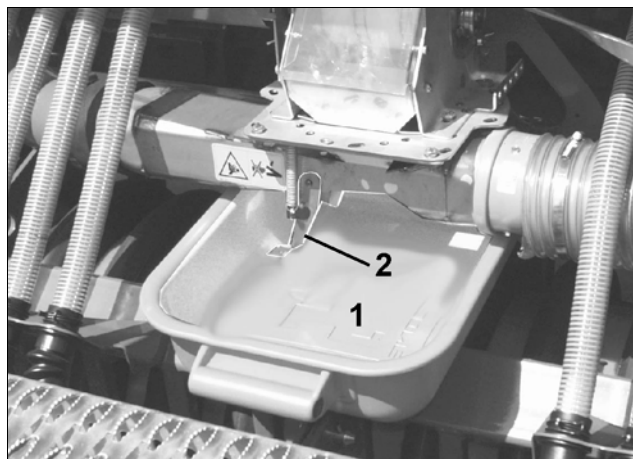

Fig. 51
- Anbring en beholder (Fig. 51/1) under doseringselementet, hvorefter injektorslusens spjæld (Fig. 51/2) åbnes.
- Med håndtaget drejes sporehjulet **venstre** om (Fig. 56), indtil alle doseringshjulenes kamre er fyldt med såsæd og der strømmer en regelmæssig strøm af såsæd ud i opfangningsbeholderne (Fig. 51/1).
- injektorslusens spjæld (Fig. 51/2) lukkes